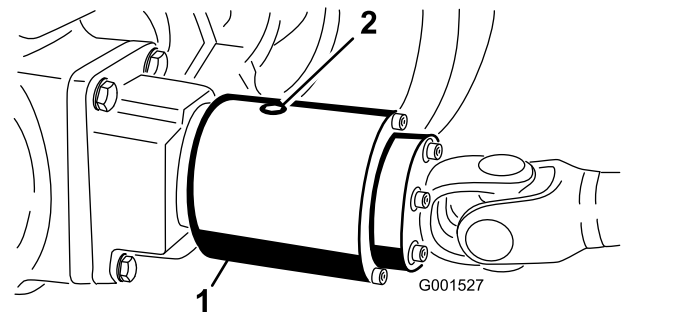

Figura 60
2. Gire el embrague (Figura 60) para alinear el tapón de verificación en la posición de las 4 en punto.